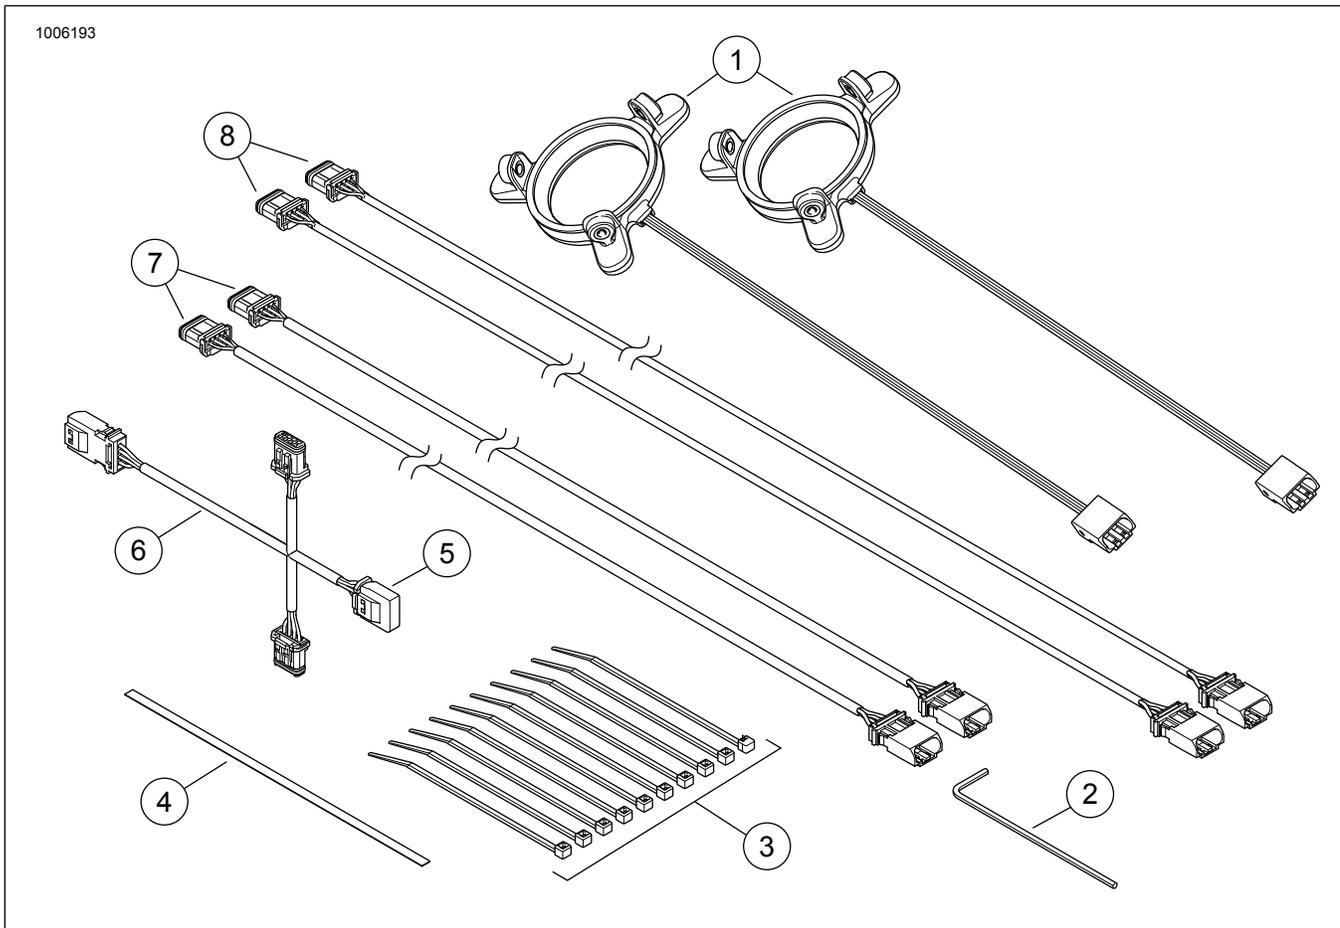

Abbildung 28. Ersatzteile, Runde Stage II-Lautsprecher, R/G/B/ LED-Leuchtsätze
Siehe Abbildung 28. und Tabelle 1. Die Tülle ungefähr 15 cm (6 in) vom Stiftsteckerende des Kabelbaums (10) schieben.
Siehe Abbildung 28. und Tabelle 1. Den 48-in-Kabelbaum (12) des LED R/G/B-Reglers mit den Karosserie-Lautsprechern verbinden. Den 3-poligen Kabelbaum (8) an die Steckverbinder des Lautsprechers anschließen.